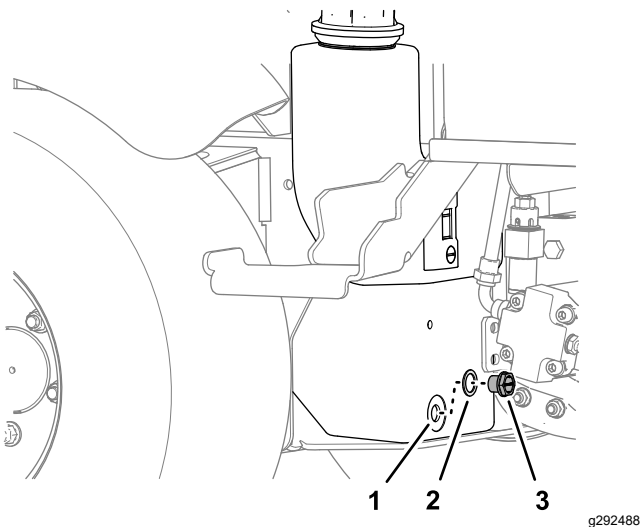

Bild 75
- Legen Sie eine Ablaufwanne unter den Hydraulikölbehälter, entfernen Sie die Ablassen des Hydraulikölbehälters und lassen Sie das Hydrauliköl vollständig ablaufen (Bild 75).